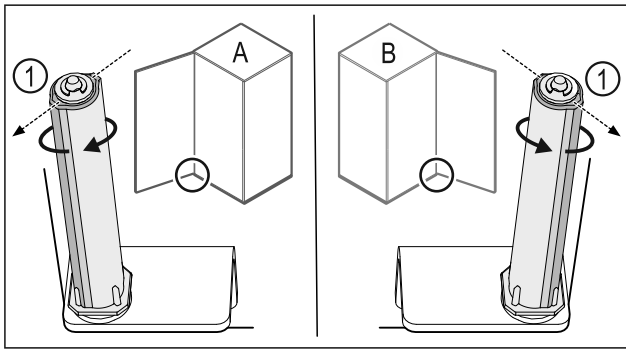

Fig. 23 Linksanschlag (A) / Rechtsanschlag (B)
- ▶ Schließsystem gegen den Widerstand drehen, bis der Steg des Schließsystems Fig. 23 (1) nach außen zeigt.